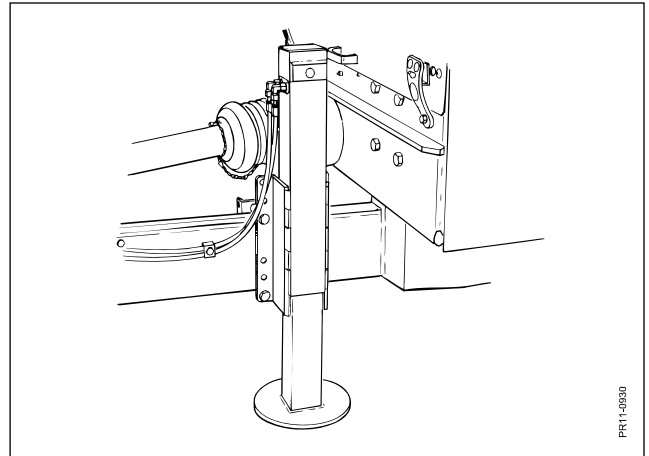

Fig. 4.8
- Fig. 4.8** Som tilbehør findes der en hydraulisk støttefod (vedr. bestillingsnummer : se reservedelslisten).